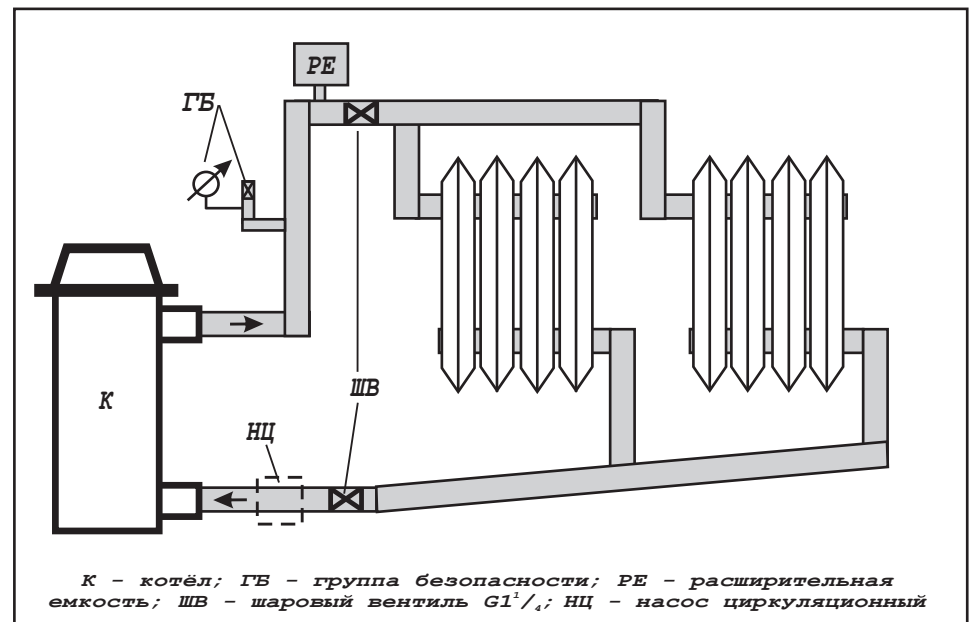

Рисунок 5. Примерная схема системы отопления
**5.9 *Внимание!*** При эксплуатации прибора запрещается полностью или частично перекрывать шаровые вентили на входе и выходе из котла (см. рисунок 5).